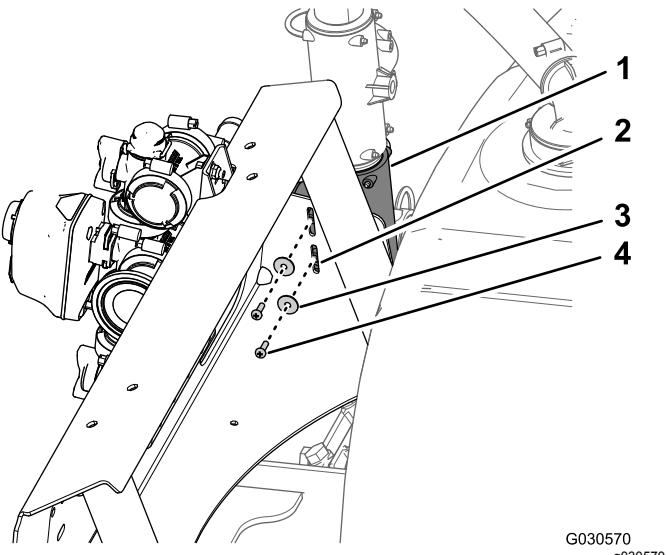

Bild 101
- Fluchten Sie an der linken Seite der Verteilerbefestigung die Löcher im T-Anschlussstück mit den Schlitten in der Verteilerbefestigung aus (Bild 101).
5. Befestigen Sie das T-Anschlussstück mit den zwei Kopfschrauben (Nr. 10 x 5/8") und zwei Scheiben (Nr. 10), die Sie in Schritt 1 in 18 Entfernen der Verteilerbefestigung für das System mit drei Auslegerabschnitten \(Seite 46\) entfernt haben, an der Verteilerbefestigung (Bild 101).